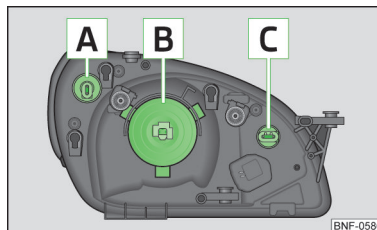
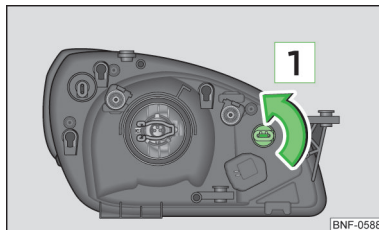
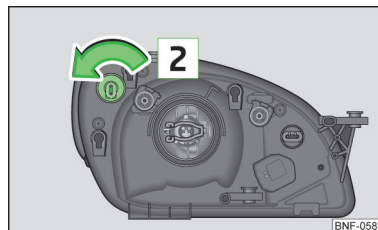

Fig. 127
Fig. 129
Fig. 130
Orden de bombillas » fig. 127
- Retire el conector en la bombilla **B** » fig. 127 de la página 144.
- Gire la carcasa con la bombilla **C** » fig. 127 de la página 144 hasta el tope en dirección de la flecha **1** » fig. 129 y sacarlo.
- Gire la carcasa con la bombilla **A** » fig. 127 de la página 144 hasta el tope en dirección de la flecha **2** » fig. 130 y sacarlo.